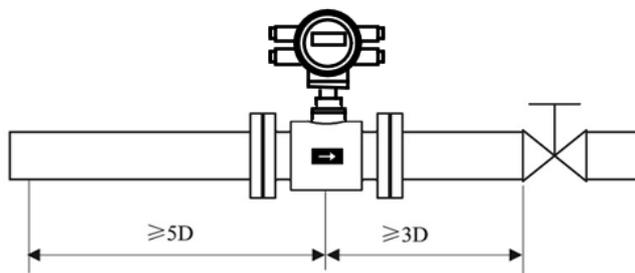
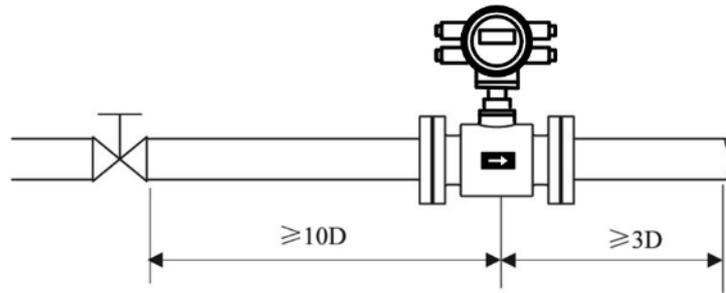

图 10 阀门位于传感器下游的安装
图 11 阀门位于传感器上游的安装
- 为确保流量计的测量精度，建议应保证传感器上游直管段长度至少应为 5 倍管径(5D)，下游直管段长度至少应为 3 倍管径(3D)。-图 10、图 11